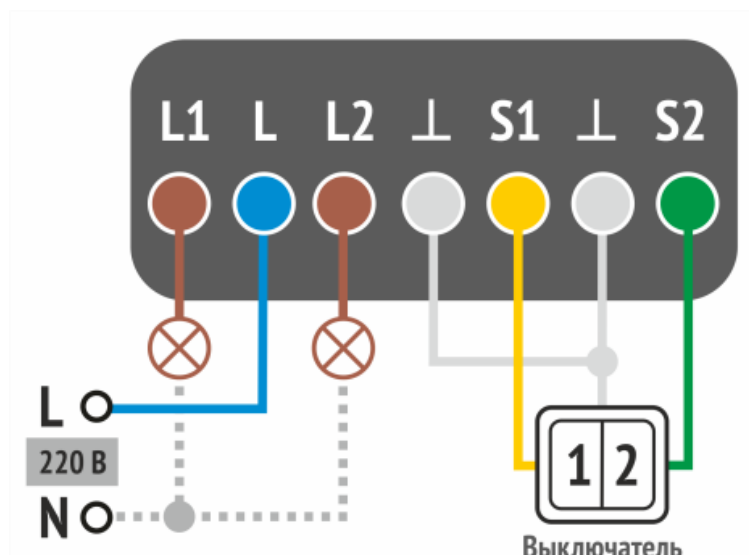

Рисунок 7.1 – Схема 1: Подключение модуля для управления двумя независимыми линиями освещения
- 3) Подключите фазовый провод к синему проводу (L) модуля.
- 5) Желтый (S1), зеленый (S2) и белые провода ($\perp$) модуля подключите к сухим контактам выключателей в соответствии со схемой (см. рисунок 7.1). Длина линий связи не должна превышать 0,5 м.